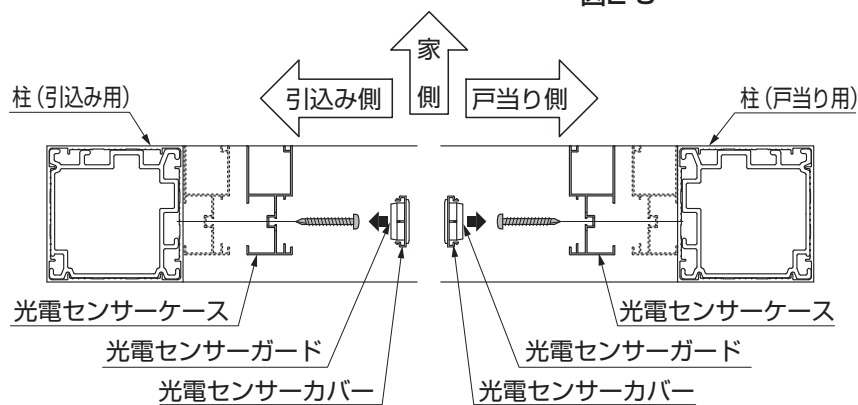
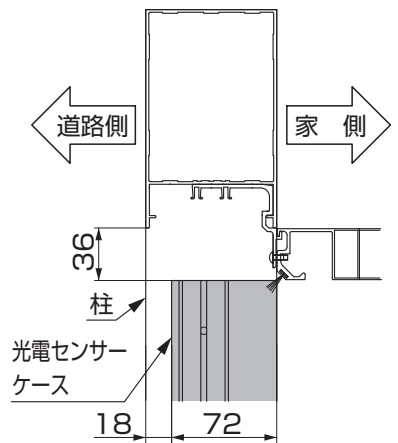

図2-4
図2-5
- ① 光電センサーケースを柱に合わせて【1-6】で取付けてください。(図2-4、図2-5参照)
- ② シールド線を上側に引き上げながら、光電センサーカバーを光電センサーケースにはめ込んでください。